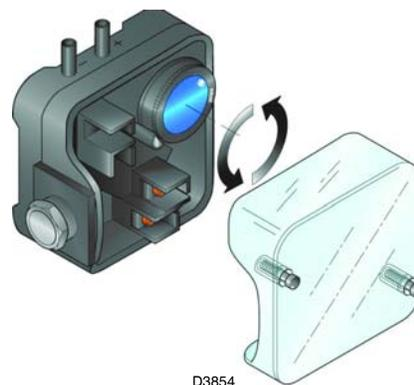

Fig. 40
- Regule el presostato aire (Fig. 40) al inicio de la escala.